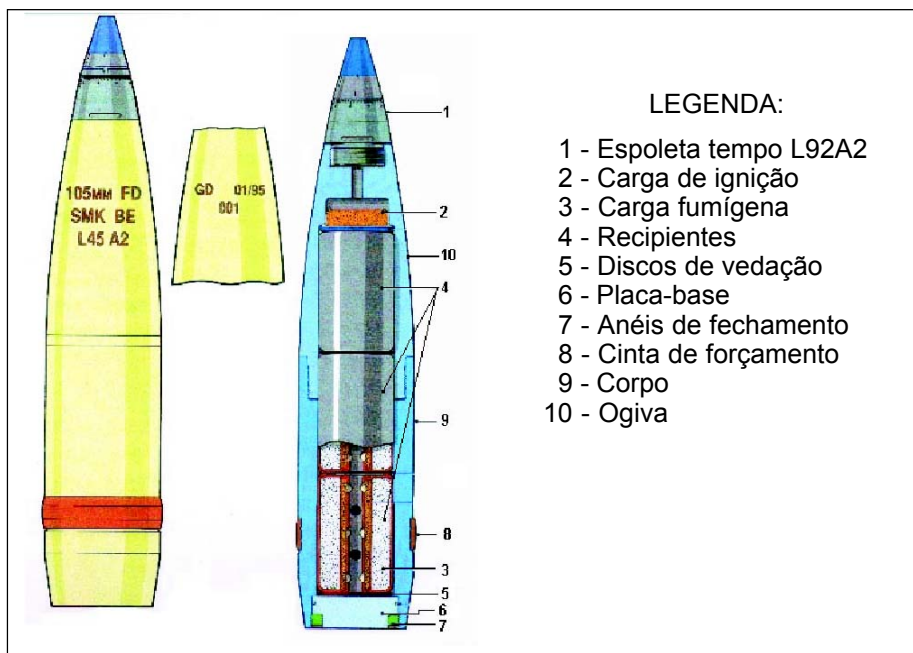

Fig 10-2. Granada 105 mm, Fumígena de Cobertura (SMK BE L45A2)
(1) Corpo vazio - A granada apresenta-se na cor verde-escuro e é a munição padrão para confecção das tabelas de tiro. O corpo da granada, constituído de paredes finas, é feito de um aço com alto teor de elasticidade, dando um grande poder de fragmentação. A base da granada é reforçada por uma placa-base de aço, segura por uma junção soldada. Uma única cinta de reforço é colocada em uma nervura formada em torno do corpo da granada. O ouvido roscado para a espoleta situa-se na parte superior do corpo da granada e é rosqueado para espoletas de 2 (duas) polegadas ou tampões para armazenamento e transporte.
(2) Carga da granada - A granada HE L31A3 é preenchida com um composto de RDX/TNT, tipo "A". O ouvido roscado para a espoleta é revestido com um tubo de papel fechado em seu fundo. A composição RD1284A é usada para fechar a junta entre o corpo e o tubo de papel. Um detonador, composto de RDX/WX8 em forma de bilhas e dentro de uma lata de alumínio revestida por um tubo de papel é inserido na granada. O raio de ação da granada é de 15 metros.
b. Granada 105 mm, Fumígena de Cobertura (SMK BE L45A2). (Fig 10-2)
(1) Corpo vazio - A granada apresenta-se na cor verde-claro e é do tipo ejeção pela base, devendo ser utilizada, portanto, com espoleta tempo. Produz uma densa cortina de fumaça durante 60 seg e não forma colunas. A granada é montada em duas seções: uma seção do corpo de aço e uma seção da ogiva, em Alumínio. Existe um rosqueado em seu fundo para receber uma placa-base e um anel de trancamento. Uma única cinta de reforço é colocada em uma nervura formada em torno do corpo da granada. Há um encaixe e uma rosca interna na parte superior para receber a seção da ogiva. Esta seção é reduzida em diâmetro e rosqueada para entrar na seção do corpo. O diâmetro interno é reduzido na parte superior para promover uma cavidade de queima. A cavidade é conectada por um canal de fogo até o alojamento da espoleta. O ouvido roscado está pronto para receber uma espoleta padrão de 2 (duas) polegadas ou tampões de armazenamento e transporte. Um disco de papel é preso na base do alojamento da espoleta por verniz.
(2) Carga da granada - Uma carga de ignição é colocada na cavidade de queima. Uma cinta de aço e uma arruela são inseridos, seguidos de três recipientes de carga fumígena. Discos de vedação são colocados antes da placa-base e após isso são colocados anéis de fechamento. A junta da placa-base e o corpo são vedados por um anel de borracha. (Fig 10.2)